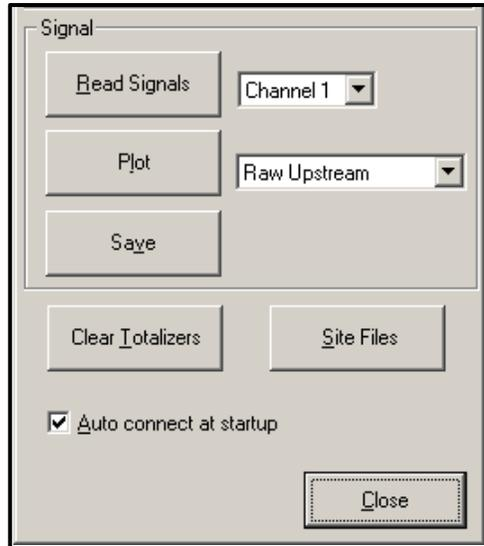

Figura 7: Opciones de señal activa
- Para leer una señal del medidor, haga clic en el botón [Read Signals] (Leer señales). (Si el medidor es un instrumento multicanal, abra el menú desplegable Canal y haga clic en el canal deseado). Al cabo de un momento, aparece la ventana *Propiedades*, similar a la de la Figura 7.